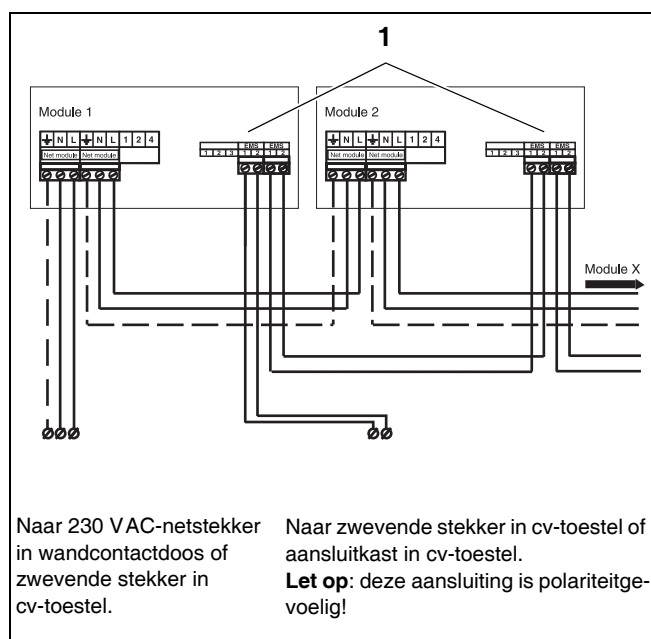

Fig. 44 Meerdere modules
- Sluit de 230 VAC-voedingskabel van de vorige module aan op de volgende module (→ fig. 44).
Houd bij het aansluiten van de UBA 3-busaansluitkabel rekening met de polariteit. Sluit contact 1 aan op contact 1 en contact 2 op contact 2 (→ fig. 44).
- Sluit de andere zijde van de aansluitkabel van de UBA 3-bus aan op de eerste module (→ fig. 44, pag. 36).
- Sluit de UBA 3-busaansluitkabel van de vorige module aan op de volgende module (→ fig. 44, pag. 36).
- Sluit de 230 VAC-voedingskabel aan op de module (→ fig. 44). Indien meerdere modules worden toegepast, dan kan de 230 VAC-voeding van de volgende module van de vorige module worden afgetakt met behulp van het bij de module meegeleverde stekker-tje en een driepolige elektriciteitskabel van 0,75 mm² met randaardekabel (→ fig. 44, pag. 36).
- Sluit de 230 VAC-voedingskabel van de vorige module aan op de volgende module (→ fig. 44, pag. 36).